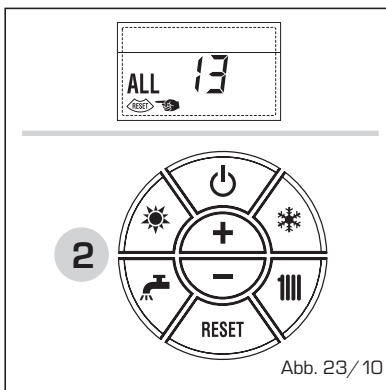

Abb. 23/10
- DEFEKT RAUCHSONDE "ALL 14" (Abb. 23/11)